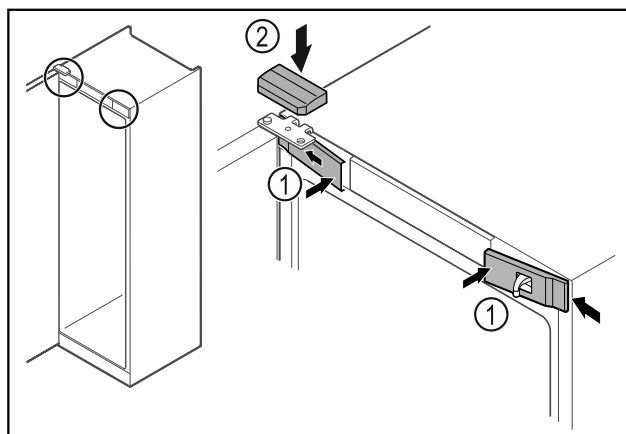

Fig. 47
- Haakige eesmised katted Fig. 47 (1) küljel külge ja fikseerige.
- Haakige ülemine kate Fig. 47 (2) ülalt lahti.